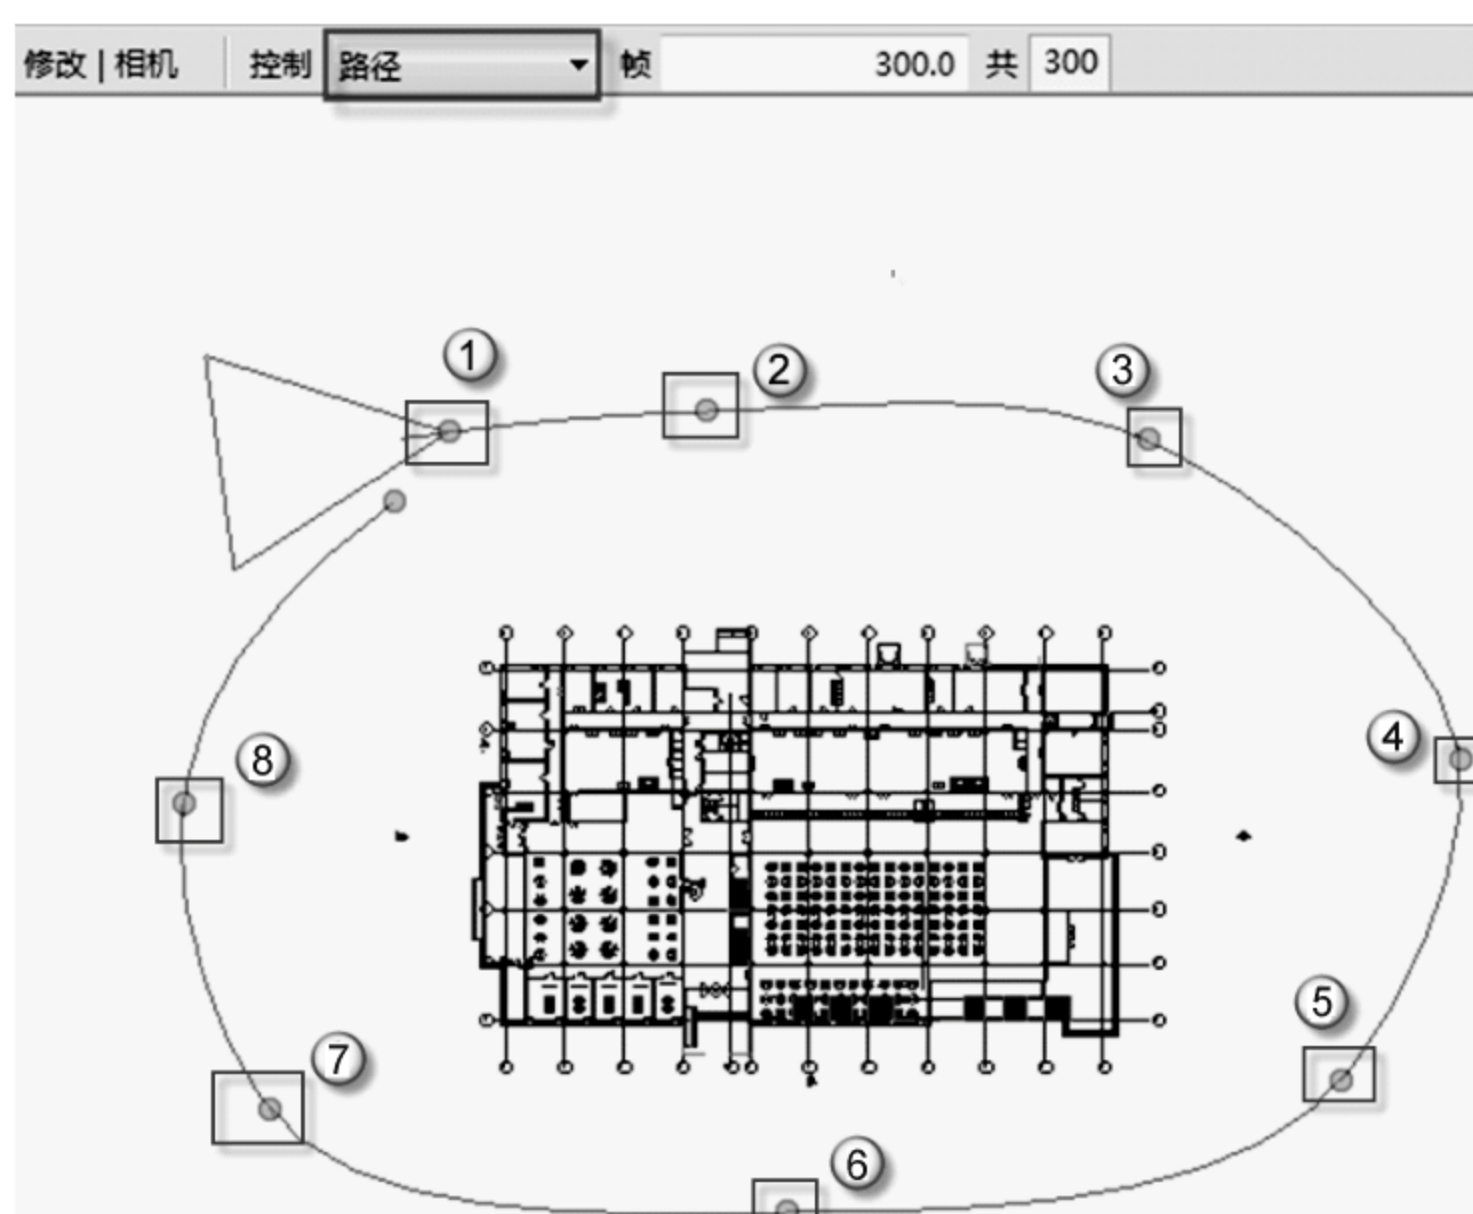

图 13.2.12 修改漫游路径
(3) 修改漫游路径。在“控制”下拉列表框中选择“路径”选项，则可以通过拖曳关键帧的位置修改漫游路径，如图 13.2.12 所示。